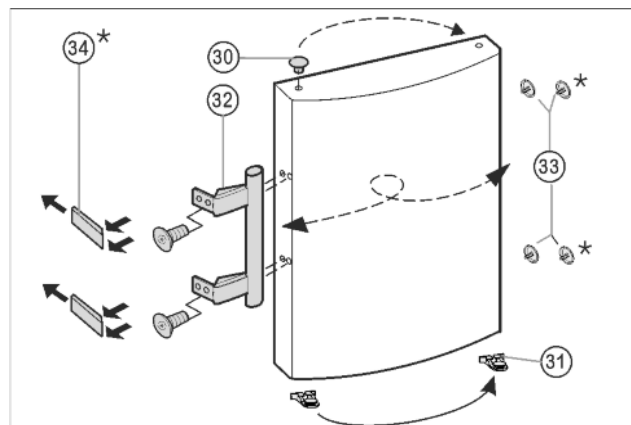

Fig. 8
- ▶ Zátky Fig. 8 (30) vyjměte z pouzdra ložisek dvířek a přemístěte je.
- ▶ Madlo dveří Fig. 8 (32), zátky Fig. 8 (33) a krycí destičky* Fig. 8 (34) odmontujte a přemontujte na protější stranu.